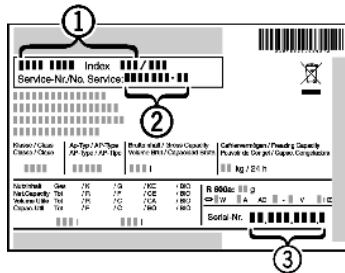

Fig. 13
- ▶ Relever la désignation de l'appareil *Fig. 13 (1)*, le n° de service *Fig. 13 (2)* et le n° de série *Fig. 13 (3)* sur la plaquette signalétique. Cette plaquette se trouve sur la paroi intérieure gauche de l'appareil.
- ▶ Informer le S.A.V. et lui communiquer la panne, la désignation de l'appareil *Fig. 13 (1)*, le n° de service *Fig. 13 (2)* et le n° de série *Fig. 13 (3)*.